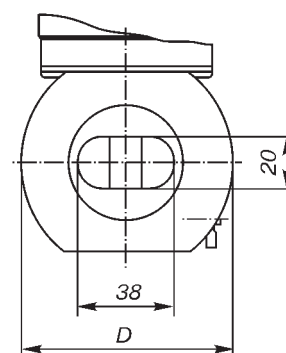

Рис.14. Проточная часть датчиков Метран-335, Метран-336, Ду 32 (остальное см.рис.12).
* Здесь указан эквивалентный диаметр d, фактические геометрические размеры см.рис.14 для Ду 32.